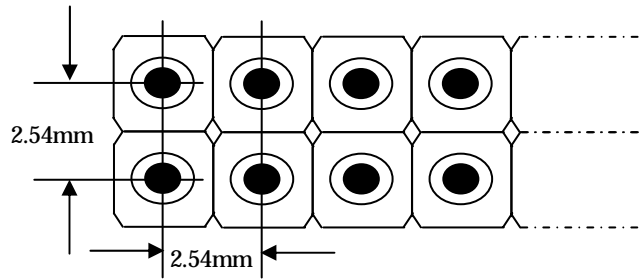
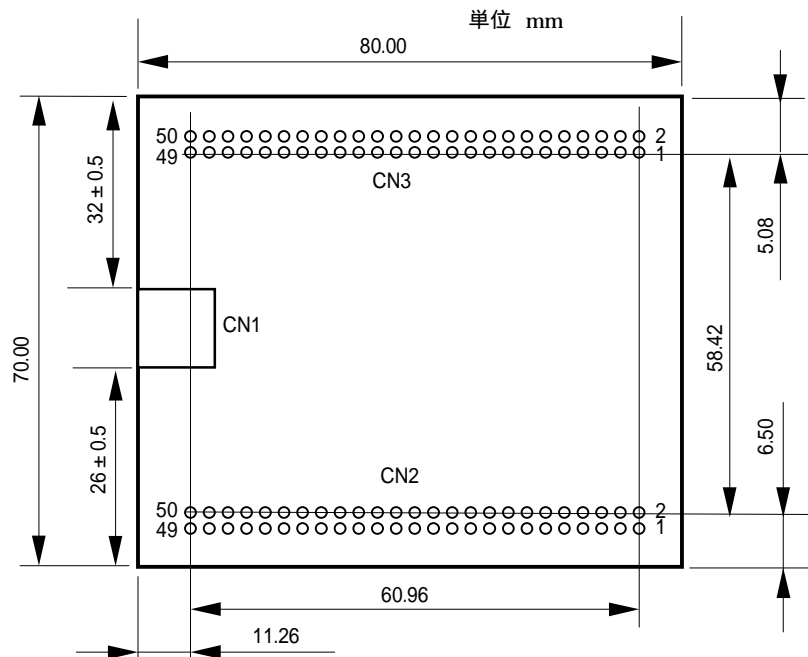

図3 コネクタ CN2, CN3 ピンピッチ
図4 コネクタ配置図 (TOP View)
- ・ターゲットボードのコネクタは、本ボードのコネクタ寸法(図 3、図 4 参照)に適合するメスコネクタを選択してください。ピン配置は本基板 (表 1 . M3A-0038G01 コネクタ CN2 ピン配置図、表 2 . M3A-0038G01 コネクタ CN3 ピン配置図) と同じにしてください。コネクタの選択、ピン配置の参考に添付資料の M3A-0038G01 部品表と接続図を参照ください。ターゲットボードのコネクタは、本多通信工業の HKP-50FD2 などが適合します。